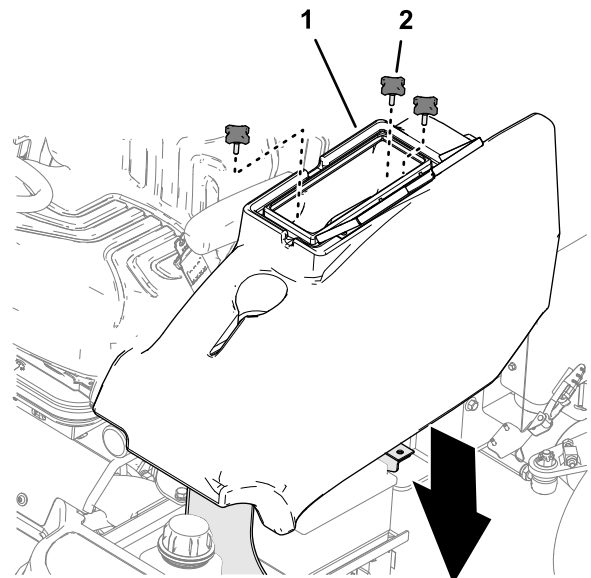

Bild 48
2. Bauen Sie das Ablagefach mit den 3 Handrädern in die Maschine ein (**Bild 48**).